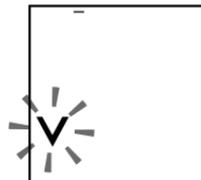

Рис.12
2. Нажмите кнопку START/STOP. На дисплее замигает символ сравливания «V» и прибор выпустит остатки воздуха из манжеты (рис.12).